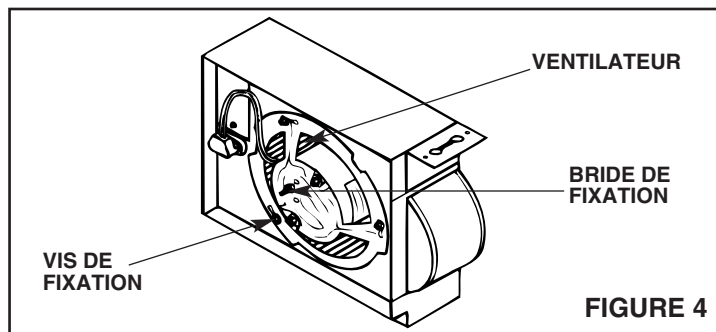

FIGURE 4
5. Refer to Figure 4. Insert blower unit into housing, with stud on mounting bracket on the side near the receptacle. Turn bracket clockwise to lock blower into position, then tighten the three screws. Plug in motor.
6. **MODEL 8832NA:** Compress spring clips on grille and insert into slots provided in housing. Push grille up flush to ceiling. **MODEL 8833NA:** Place hole in center of grille bezel over stud on motor plate and fasten with nut provided. Snap grille panel over the four (4) spring clips on grille bezel.
5. Voir la Figure 4. Insérer le ventilateur dans le boîtier, le montant de la bride de fixation du côté de la prise de courant. Tourner la bride dans le sens horaire pour verrouiller la ventilateur en place, puis fixer les trois vis de retenue. Brancher le moteur.